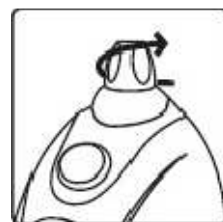

fig.4
2. Desatornille el tornillo de fijación de la varilla de la base del T8S. (fig.4)